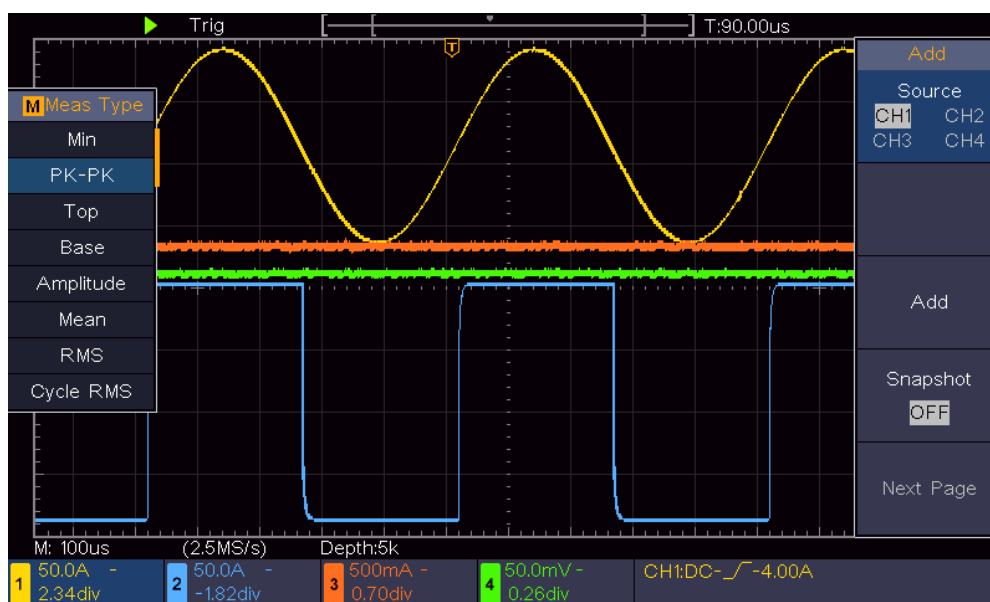

Figure 6-2 PK-PK自動測定アイテムを選択
- (1) **Autoset**キーを押して、2つのチャンネルの波形を適切に表示させます。
- (2) **Measure**を押して自動測定メニューを開きます。
- (3) 右メニューの**Source**で **CH1** を選択します。
- (4) 左メニューで**Mノブ**を回して **PK-PK** を選択します。
- (5) 右メニューで**Add**を押してCH1の **PK-PK** を追加します。
- (6) 右メニューの**Source**で **CH2** を選択します。
- (7) 左メニューで **PK-PK** を選択したまま、右メニューで**Add**を押してCH2の **PK-PK** を追加します。
- (8) 画面左下からCH1（入力信号）とCH2（出力信号）のピーク・トゥ・ピーク電圧値を読み取ります。（Figure 6-2）
- (9) 下記の式でアンプのゲインを算出します。